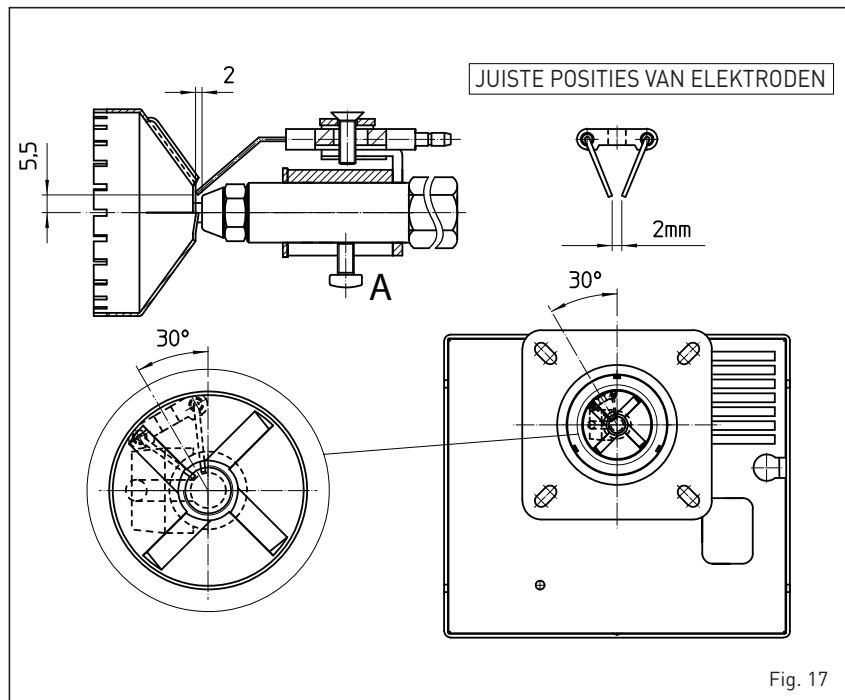

Fig. 17
#### 4.7.2 Reiniging van de verbrandingskop (fig. 17)
Om de verbrandingskop te reinigen moet u als volgt te werk gaan (fig. 17):
- Draai de bevestigingsschroef (A fig. 17) van de steun van de elektroden los en trek de steun eruit.